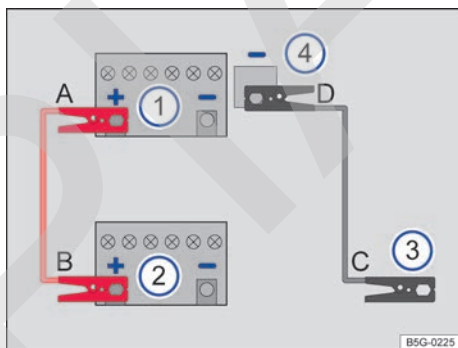
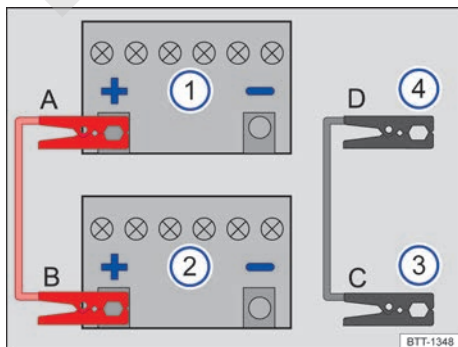

Fig. 233 Esquema para la conexión de los cables de arranque (batería de 12 voltios en el vano motor).
Fig. 234 Esquema para la conexión de los cables de arranque (batería de 12 voltios en el maletero).
Leyenda de la fig. 233 y fig. 234:
Los cables de arranque solo se deberán conectar siguiendo el orden **A - B - C - D** → fig. 233.
- Conecte un extremo del cable de arranque *rojo* al polo positivo (+) del vehículo con la batería de 12 voltios descargada → fig. 233 ① → ▲.
- Conecte el otro extremo del cable de arranque *rojo* al polo positivo (+) de la batería de 12 voltios del vehículo que suministra la corriente → fig. 233 ②.
- Conecte un extremo del cable de arranque *negro* → fig. 233 ③ preferentemente a una toma para la ayuda de arranque (terminal de masa); de lo contrario, al bloque motor o a una pieza de metal maciza atornillada fijamente al bloque motor.
- Conecte el otro extremo del cable de arranque *negro* → fig. 233 ④ preferentemente a la toma para la ayuda de arranque (terminal de masa) del vehículo con la batería de 12 voltios descargada; de lo contrario, al bloque motor o a una pieza de metal maciza atornillada fijamente al bloque motor → ▲.
Los cables de arranque solo se deberán conectar siguiendo el orden **A - B - C - D** → fig. 234.
- Conecte un extremo del cable de arranque *rojo* a la toma para la ayuda de arranque (polo positivo) (+) del vehículo con la batería de 12 voltios descargada → fig. 234 ① → ▲.
- Conecte el otro extremo del cable de arranque *rojo* al polo positivo (+) de la batería de 12 voltios del vehículo que suministra la corriente → fig. 234 ②.
- Conecte un extremo del cable de arranque *negro* → fig. 234 ③ preferentemente a una toma para la ayuda de arranque (terminal de masa) del vehículo con la batería de 12 voltios que suministra la corriente; de lo contrario, al bloque motor o a una pieza de metal maciza atornillada fijamente al bloque motor.
- Conecte el otro extremo del cable de arranque *negro* → fig. 234 ④ preferentemente a la toma para la ayuda de arranque (terminal de masa) del vehículo con la batería de 12 voltios ▶
- Desconecte los cables de arranque únicamente en el orden **D – C – B – A** fig. 233 o fig. 234 con los motores en marcha.